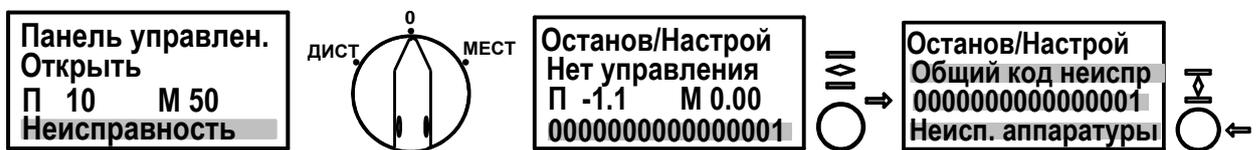

Рисунок 9 – Просмотр информации о неисправности
2.9.1 При возникновении неисправности в работе привода формируется сигнал "НЕИСПРАВНОСТЬ" и происходит отключение электродвигателя, на дисплее отображается сообщение о неисправности (рисунок 9).